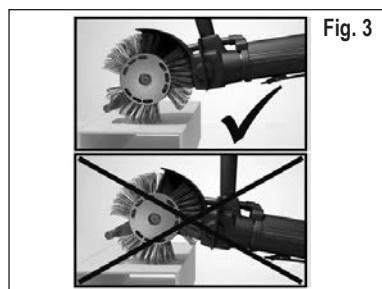

Fig. 3
8. Para obter um performance melhor, observe que a barra de aceleração seja passada perto da superfície a tratar. Em caso de uma distância muito grande da barra de aceleração à superfície, o performance será reduzido consideravelmente. Vide a Fig. 3.